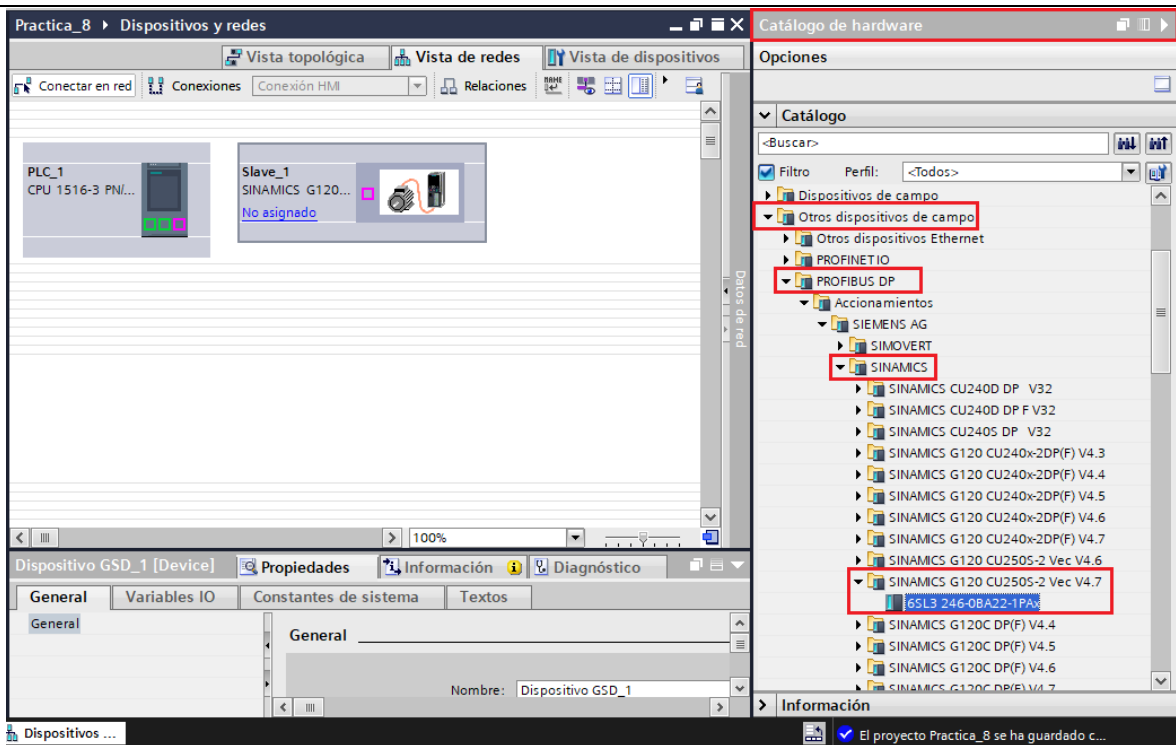

Figura 16. Agregar dispositivo SINAMICS G120 DP.
(1) Para agregar el variador de frecuencia se debe ubicar en “Dispositivos y Redes” y seguir los siguientes pasos:
- Para agregar el variador, hacer clic sobre “**Otros dispositivos de campo**” / “**PROFIBUS DP**” / “**Accionamientos**” / “**SIEMENS AG**” / “**SINAMICS**” / “**SINAMICS G120 CU250S-2 PN VECTOR V4.7**” / “**6SL3 246-0BA22-1PAX**” (ver Figura 16). Luego dar doble clic para agregar el dispositivo.